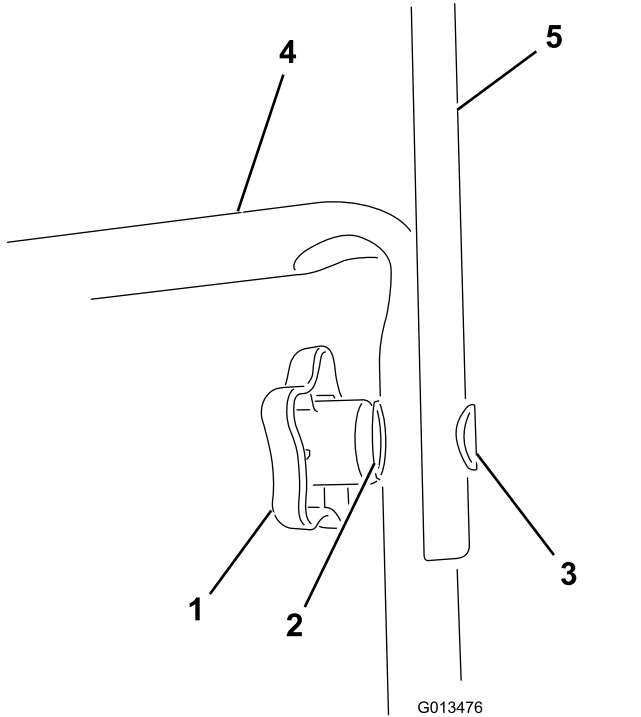

Bild 1
2. Befestigen Sie den oberen Holm mit den Holmhandrädern, Wellenscheiben und ovalen Schrauben am Holm der Maschine, wie in **Bild 1** abgebildet.